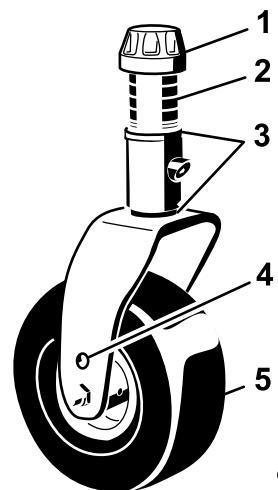
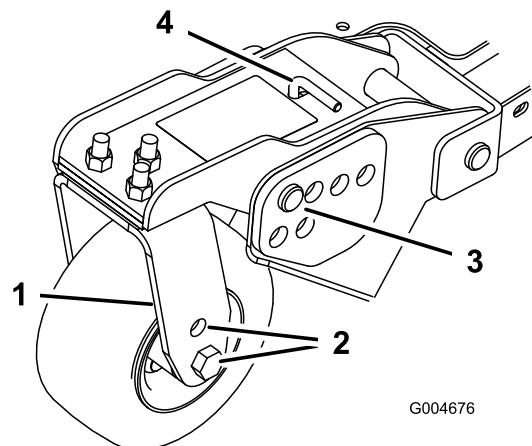
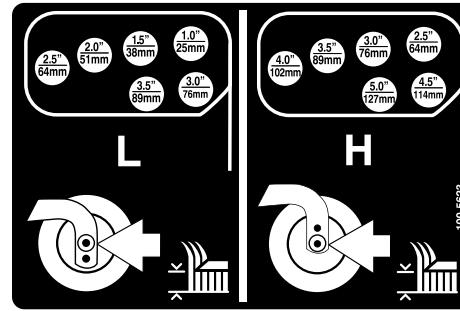

Bild 22
Bild 24
Bild 25
1. Stecken Sie die Laufradachsen in allen Laufradgabeln in die gleichen Löcher (Bild 22 und Bild 24).
2. Entfernen Sie die Spannkappe von der Spindelwelle und ziehen die Spindel aus dem Laufradarm heraus (Bild 22).
- Entfernen Sie den Splint und die Lastösenbolzen von den Laufradgelenkarmen (Bild 24).
- Drehen Sie die Spannstange, um den Gelenkarm anzuheben oder abzusenken, bis die Löcher mit den ausgewählten Löchern in der Schnitthöhenhalterung im Mähwerkrahmen ausgerichtet sind (Bild 24 und Bild 25).